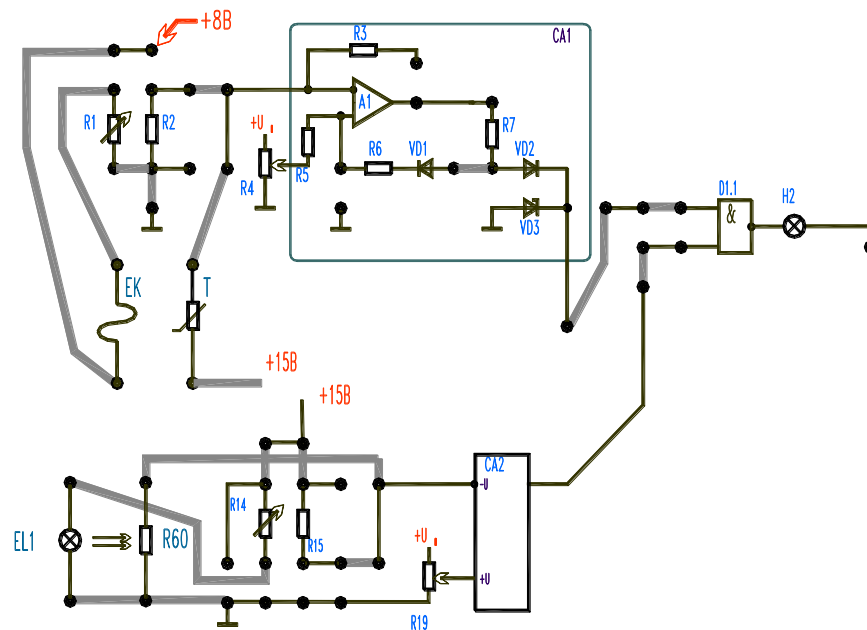

Рис. 1.1.
Одно из устройств подобной сигнализации приведено на рис.1.1. В данное устройство входят:
1.3.1. По схеме (рис. 1.1.) произведите монтаж модели устройства пожарной сигнализации, пригодного для определения температуры и степени задымленности. Для имитации задымленности в лабораторной работе используется затемнение источника света с помощью Физического тела, размещенного на пути световых лучей (Н1). Повышение температуры проволочного резистора ЕК фиксируется с помощью датчика температуры С1-17. Определите вид сигналов в цепи. Заполните табл. 1.1.